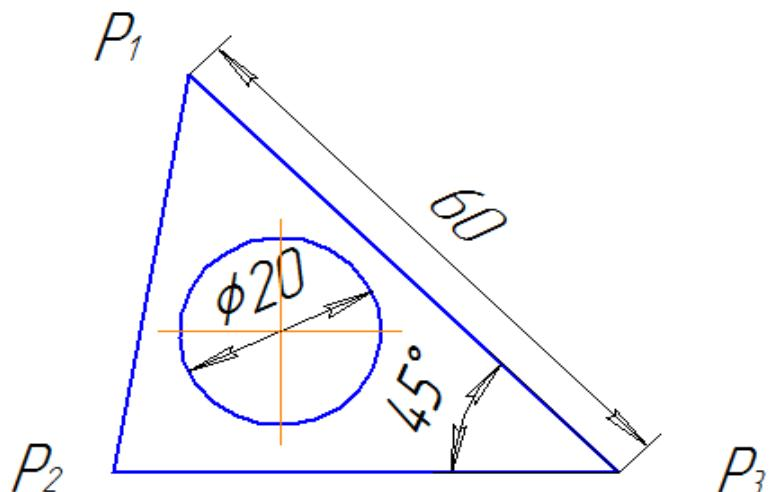

Рисунок 9
11. Задание 2. Постройте фигуру по образцу, используя способы ввода значений в поля **Строки параметров** (рисунок 9). За начало (P1) возьмите *произвольную точку* в первой координатной четверти (например: $x=40, y=70$). Координаты точек $P_2(x=73, y=15)$, $P_3(x=123, y=15)$, отрезок P_1-P_3 длиной 60 мм и углом наклона - 45° . Завершите построение треугольника, а затем постройте окружность $x=90, y=30$, радиус 10 мм.